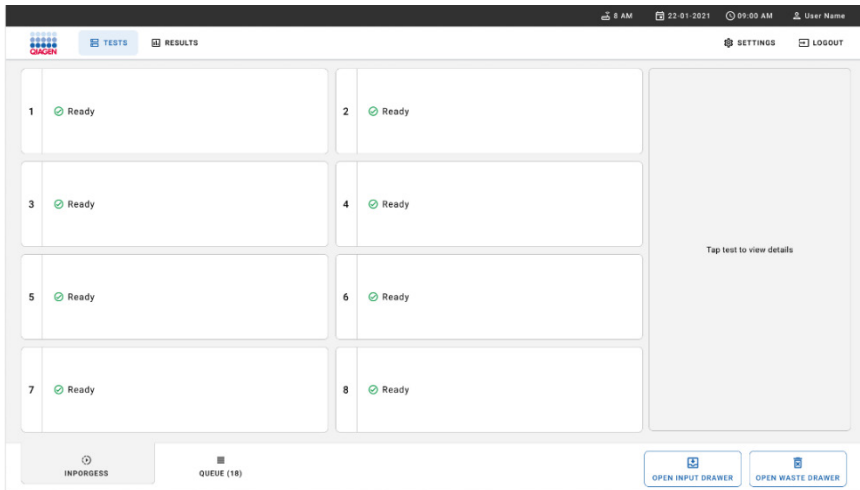

Figura 20. Ecran principal de testare.
1. Apăsăți butonul **OPEN WASTE DRAWER** (DESCHIDEȚI SERTARUL DEȘEURI) din colțul din dreapta jos al ecranului principal de testare (Figura 20).
3. Închideți sertarul Waste (Deșeuri) după scoaterea cartușelor. Sistemul va scana tava și va reveni la ecranul principal (Figura 20). Dacă tava a fost scoasă din motive de întreținere, asigurați-vă că este introdusă corect înainte de a închide sertarul.
4. Apăsați butonul **OPEN INPUT DRAWER** (DESCHIDEȚI SERTARUL DE INTRODUCERE) din colțul din dreapta jos al ecranului (Figura 20).